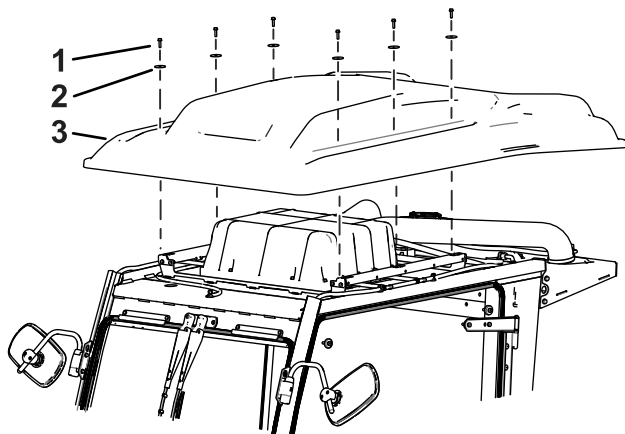

**Figure 10**
1. Déposez les panneaux gauche et droit de l'intérieur de la cabine, comme montré à la Figure 10.